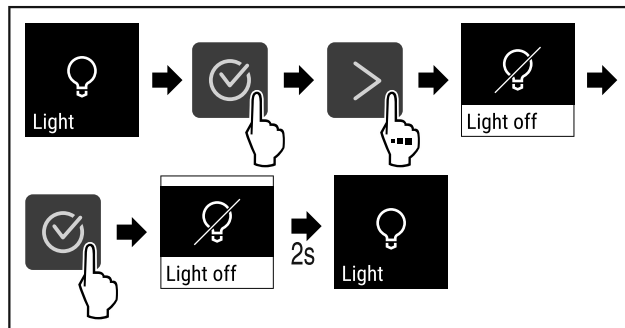

Fig. 67
- ▶ Vykonať kroky akcie (pozri Fig. 67).